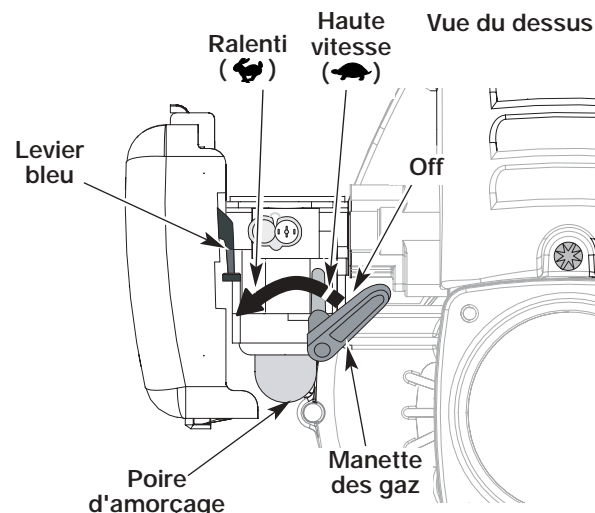
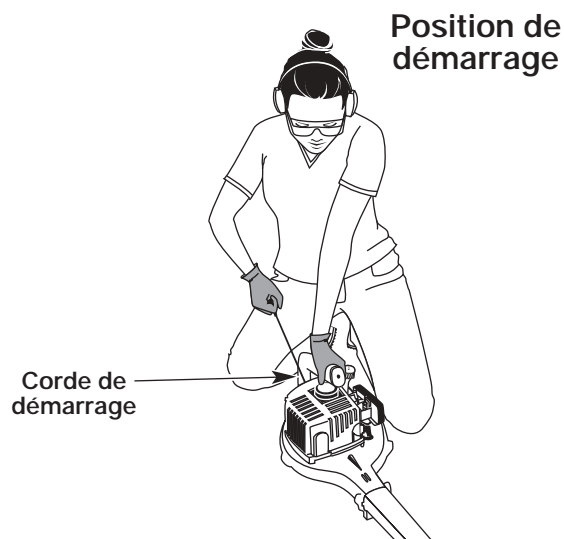

Fig. 2
Fig. 4
**AVERTISSEMENT:** éviter le démarrage accidentel. Se tenir en position de démarrage pour lancer le moteur (Fig. 4). Lors du démarrage, l'opérateur et l'outil doivent être en position d'équilibre afin d'éviter le risque de blessures graves.
2. Pressez et relâchez la poire d'amorçage à 10 reprises, lentement. Une certaine quantité de carburant devrait être visible dans la poire d'amorçage et les conduites de carburant (Fig. 2). Si vous n'apercevez pas de carburant dans la poire, pressez et relâchez la poire autant de fois que nécessaire jusqu'à ce que vous aperceviez du carburant dans cette dernière.
4. Mettre l'outil en position de démarrage (Fig. 4). Mettez la manette des gaz en position de haute vitesse (🐢) (Fig. 2).
1. Pour éteindre le souffleur, déplacez le levier du contrôle des gaz tout à fait à droite, passé la position ralenti (🐢) jusqu'à ce qu'il clique. Veillez à déplacer le levier contre la butée à l'extrême droite pour éteindre l'appareil (Fig. 2).